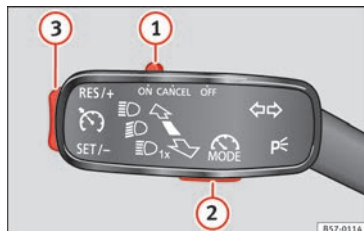

Fig. 188 A la izquierda de la columna de la dirección: mando y teclas para manejar el limitador de velocidad.
Si desea desactivar temporalmente el limitador de velocidad, p. ej., para adelantar, sitúe el mando » fig. 188 ① de la palanca de los